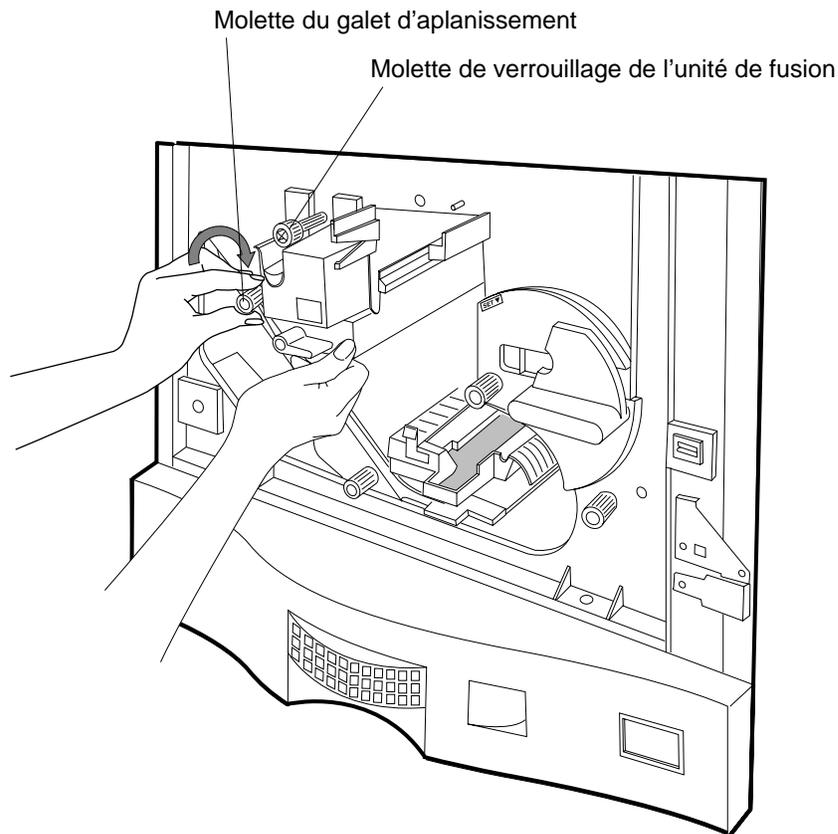

Figure 4-37 Molette de verrouillage de l'unité de fusion et molette du galet d'aplanissement
- Maintenez la pression sur l'unité de fusion et serrez à la main la molette de verrouillage de l'unité de fusion dans le sens des aiguilles d'une montre afin d'engager le cadre et de fixer l'unité de fusion à son emplacement, comme illustré à la Figure 4-37.
**Si l'unité de fusion n'est pas installée correctement, ne forcez pas.** Reportez-vous à la Figure 4-37, tout en suivant les deux étapes suivantes :